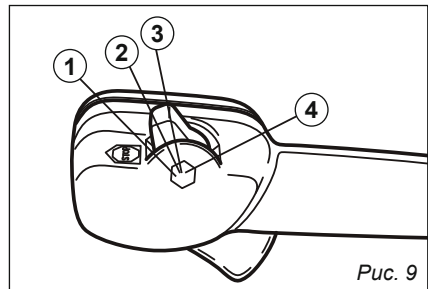

Рис. 9
**Курок газа** — предназначен для регулировки оборотов двигателя (рис. 9).